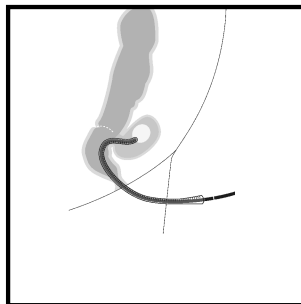

Fig. 2
8. Sett endoskopet og overturen (eller rektoskopet eller proktoskopet) forsiktig inn i analkanalene ved hjelp av passende smøremiddel, og før det til nivået av lekkasjehulen (Fig. 2).